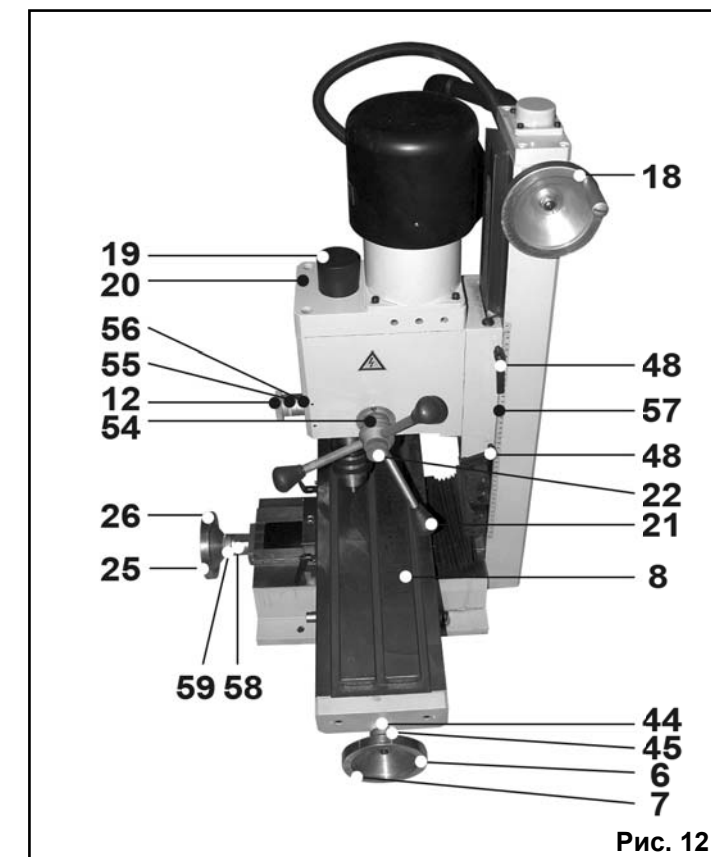

Рис. 12
10.3.1. Позиционирование режущего инструмента в вертикальном направлении относительно заготовки производится вращением маховика (18) вертикального перемещения шпиндельной бабки (20). Предварительно необходимо поворотом ручек (48) против часовой стрелки ослабить фиксацию прежней установки, Рис.12.